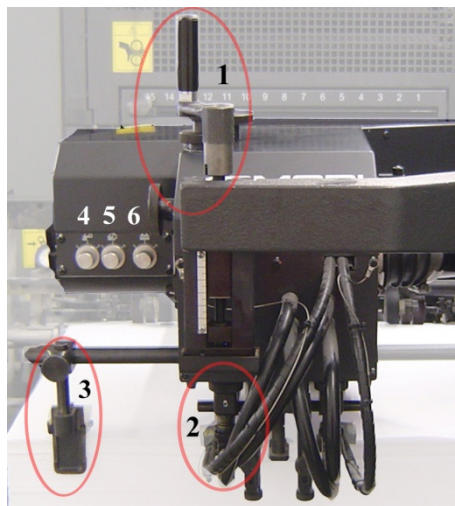

Abb. 33: Saugkopf
Die Vertikaleinstellung des Saugkopfes kann mit der Einstellkurbel (Abb. 33 - (1)) verändert werden. Das Drehen im Uhrzeigersinn bewirkt, dass der Anlegerstapel nach oben gebracht wird. In die Gegenrichtung kann die maximale Stapelhöhe nach unten versetzt werden. Dafür ist der Anleger mit der Taste *Papierstapel nach unten fahren* nach unten zu bringen. Wird die Maschine mit den Tasten *Maschine-Anfahren* (2x) und *Schleichgang* (2x) angefahren und die Taste *Anleger Ein-/Aus* gedrückt, beginnt das Förderband zu arbeiten. Der Stapel klickt sich bis zur Maximalhöhe nach oben. Diese Einstellung ist wichtig, da zwischen der Papierführungskante und dem obersten Stapelblatt ca. 5 – 6 mm Abstand sein soll, um die Papierführung optimal zu halten.